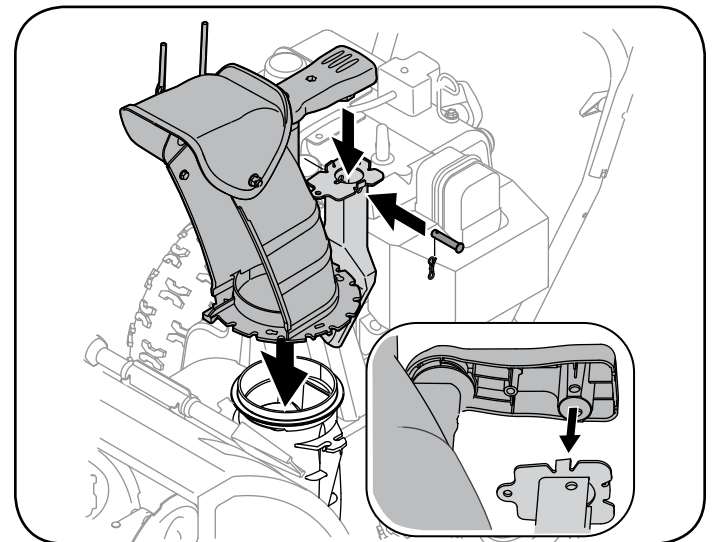

Figura 4
4. Ubique el montaje del canal sobre la base del mismo y asegure el montaje de control del canal a la ménsula de soporte del canal mediante el pasador de horquilla y el pasador de chaveta retirados anteriormente. Vea la figura 4.